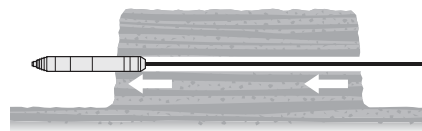

Figura 10 – Agujero perforado en tierra
5. Conecte la manguera de aire al adaptador en el cono del Sistema de inspección CROSSCHEK (Figura 10). La manguera de aire debe contar con un conector giratorio que impida que la manguera se tuerza o atasque. No tuerza el CROSSCHEK ni la varilla de empuje mientras le acopla la manguera de aire.